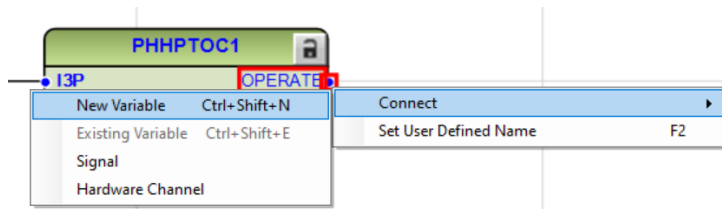

Imagen 223_Conexión de una nueva variable al puerto de salida OPERATE del bloque PHHPTOC1.
4.1.14 Del lado de la salida seleccionamos con clic derecho en la salida “OPERATE”, seleccionando “Connect - New Variable” como se observa en la **Imagen 223**.